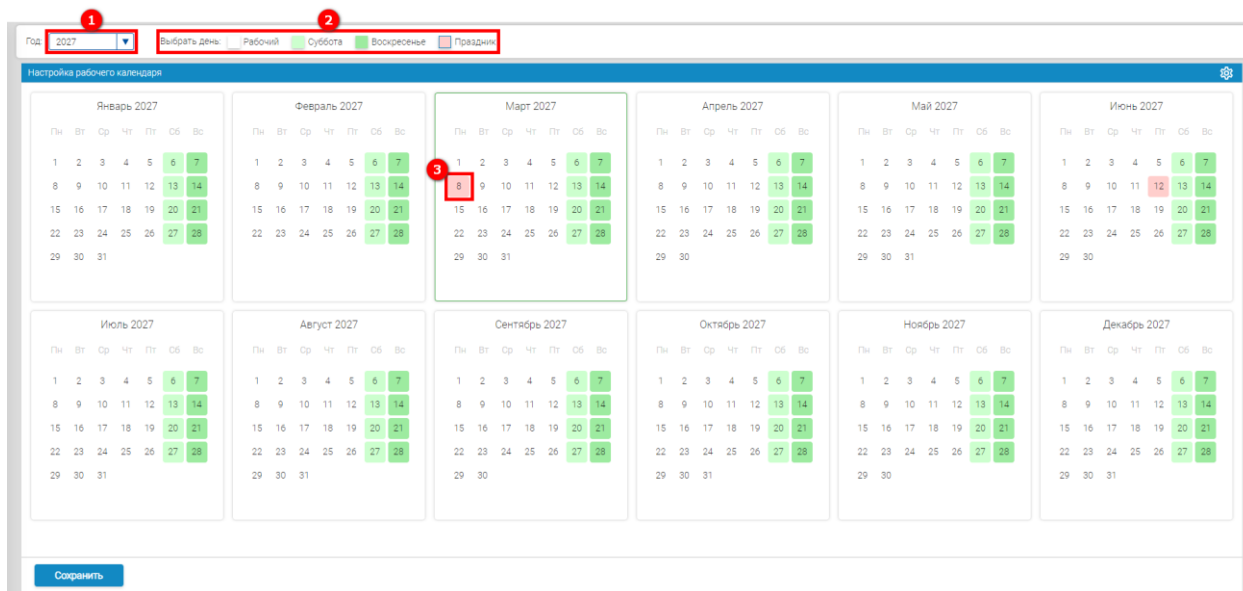

Рисунок 71 – Настройка типа календарного дня рабочего календаря
Для установления типа календарного дня выбираем в календаре год (1) (см. рисунок 71), затем левой кнопкой мыши выбираем тип дня (2) – рабочий, суббота, воскресенье, праздник и нажимаем на календарный день (3).